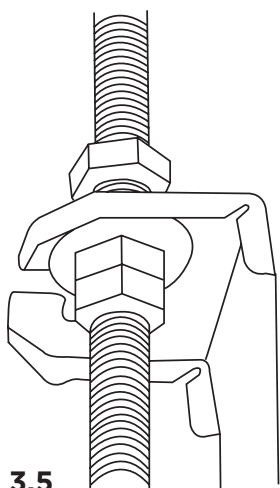

Fig. 3.5
5. Montare l'unità interna Occorrono due persone per sollevare e mettere in sicurezza. Inserire i bulloni di sospensione nei fori di sospensione dell'unità. Fissarli usando le rondelle e i dadi inclusi (vedi Fig. 3.5).